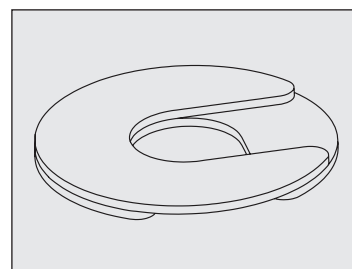

Figure 10. Posez les cales en décalant leurs fentes s'il y en a plusieurs.
- En cas d'utilisation de plus d'une cale, assurez-vous que les fentes des cales sont décalées. Voir Fig. 10.
- **NE PAS** utiliser plus de quatre (4) cales sur une même roulette.